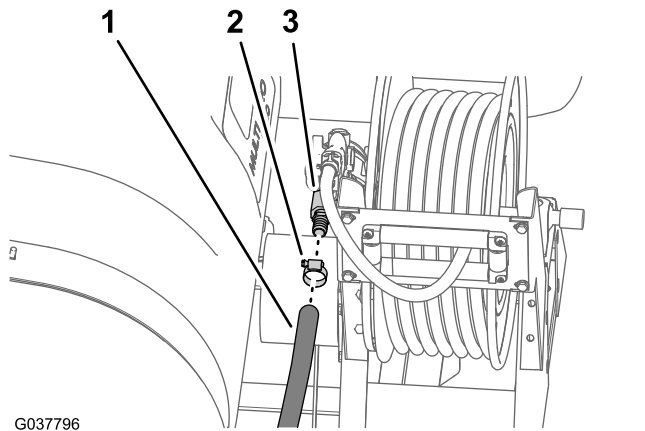

図 40
1. 給液ホースをホースリールのストレートホースバーブに固定しているホースクランプを外す 図 40。
2. ホースバーブからホースを取り外す 図 40。